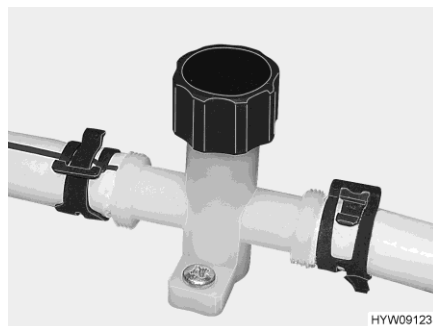
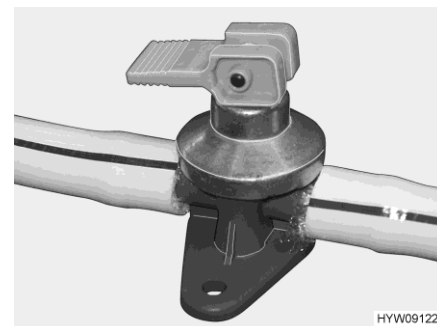

Bild 202 Avtappningskran (vattenledning)
Bild 203 Avtappningskran (varmvattenberedare Alde)
- Stäng avtappningskranarna (Bild 202 och Bild 203). Dra då till locket medurs eller ställ vipparmen vågrätt. Säkerhets-/avtappningsventilens och avtappningskranarnas monteringsställen anges i avsnittet 10.7 i slutet av detta kapitel.